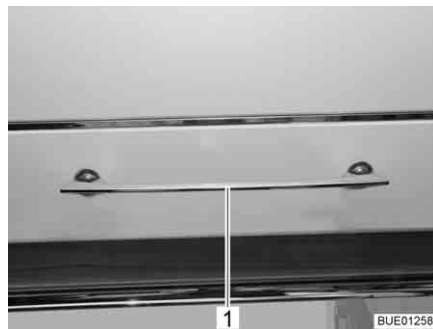

Bild 38 Skåplucka med låshandtag
**Öppna:** ■ Tryck ner låshandtaget (Bild 38,1) och håll det nedtryckt.